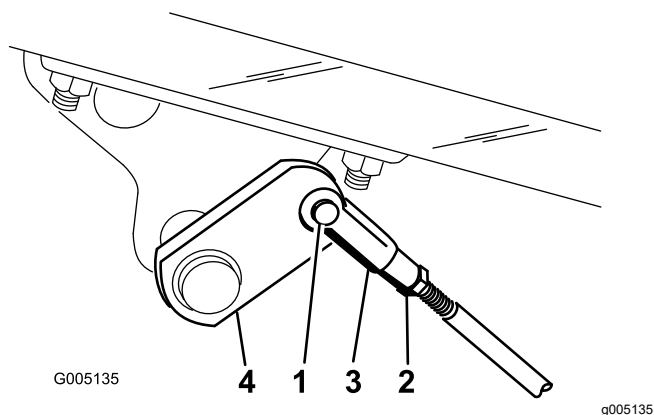

**Figure 49**
- A. Désaccouplez les tiges de frein en retirant la goupille fendue et l'axe de chape (Figure 49).
- B. Desserrez l'écrou de blocage et réglez la chape comme il convient (Figure 49).
- C. Montez la chape sur l'arbre de frein (Figure 49).